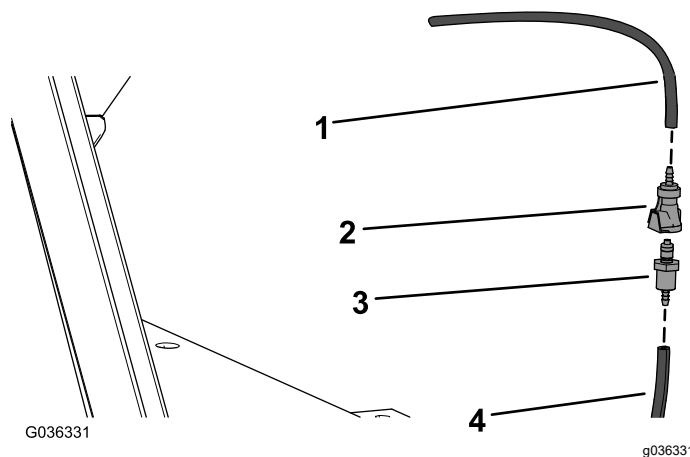

Figure 4
2. Branchez le raccord droit femelle au flexible de la cabine et le raccord droit mâle au flexible du kit (Figure 4).